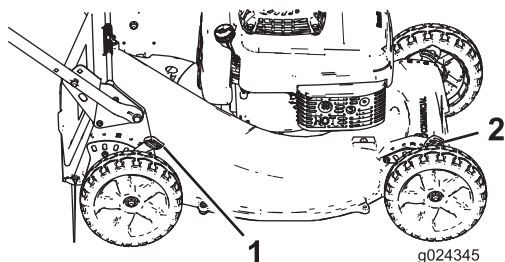

Bild 14
1. Ziehen Sie den Schnitthöhenhebel zum Rad (Bild 14) und schieben Sie ihn in die gewünschte Stellung.